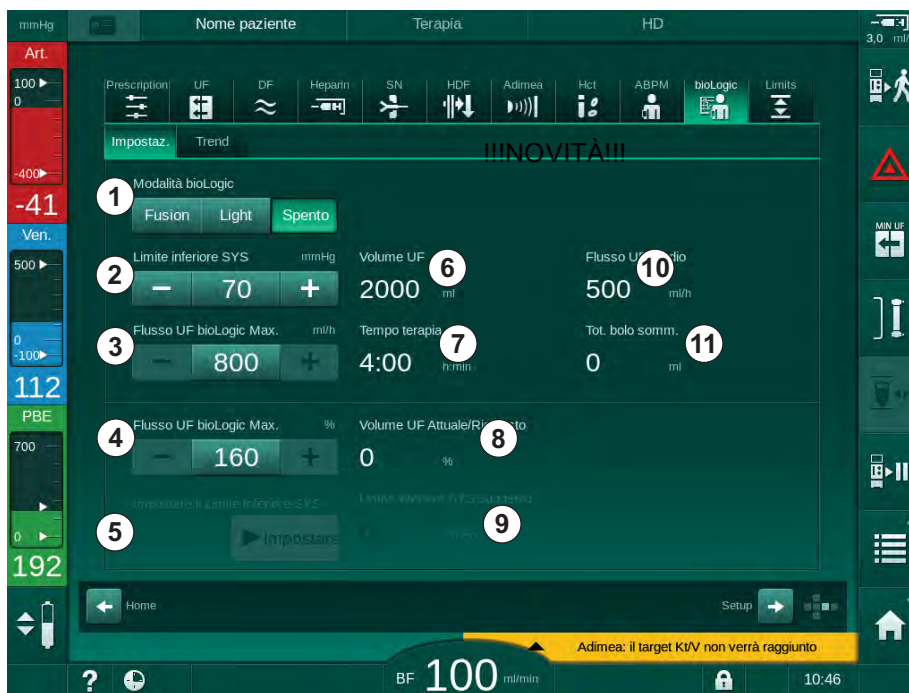

Fig. 11-19 Videata Impostazioni di bioLogic Fusion
Quando si attiva il limite SLL suggerito, il valore ⑨ in Fig. 11-19 viene accettato. Facoltativamente, è possibile impostare il limite inferiore sistolico sulla posizione ② .
1. Per attivare bioLogic Fusion o bioLogic Light, toccare il pulsante *Fusion* o *Light* nella casella *Modalità bioLogic* (in Fig. 11-19 , ① ).